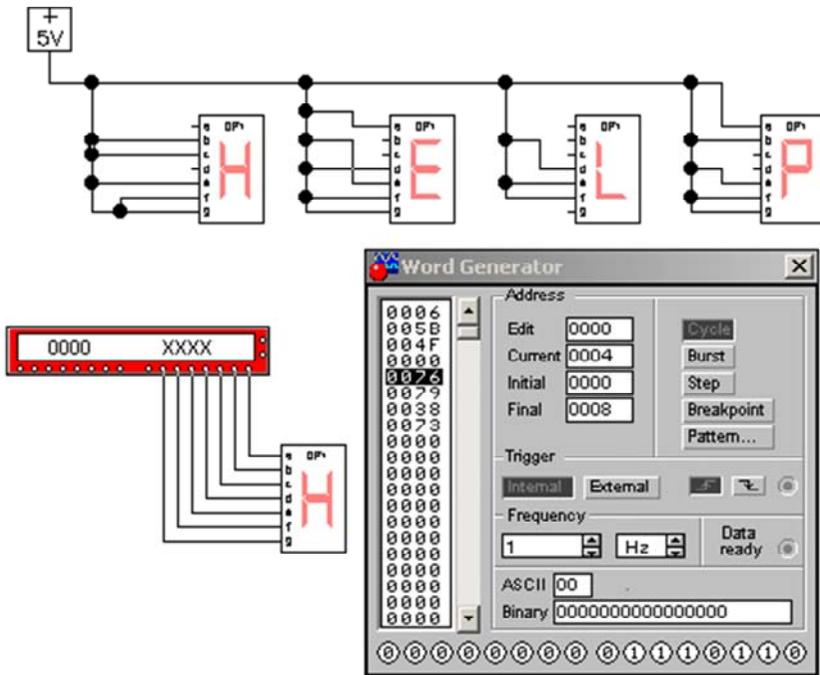

Рис. 12.4. Исследование работы семисегментных индикаторов с помощью *Word Generator* (файл *helpfile.ewb*)
4. Исследовать работу семисегментных индикаторов (файл **helpfile.ewb**, рис. 12.4). Использовать *Word Generator*. Разобраться с назначением всех кнопок.